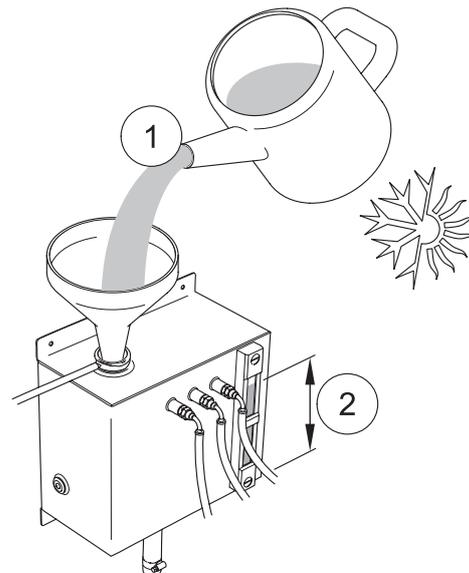

Abbildung 40
- 3 Schließen Sie den Haupteinlassschlauch am Motor an (3).
- 4 Füllen Sie das externe Ausdehnungsgefäß mit einer Lösung mit 50 % Frostschutzmittel (1) bis zur maximalen Menge im Schauglas (2), siehe Abbildung 40. (Die korrekte Spezifikation des Kühlmittels finden Sie im Kundeninformationspaket auf der Website von Perkins Marine.)